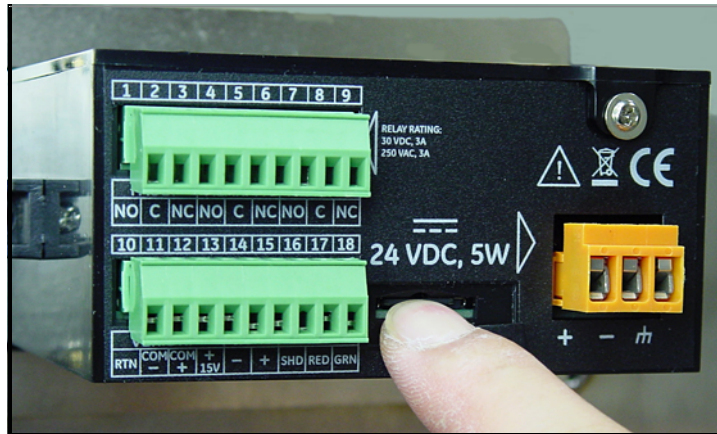

Figura 50: Inserir o cartão MicroSD
2. Empurre o cartão de memória até ele clicar e depois solte-o (veja *Figura 50* abaixo).